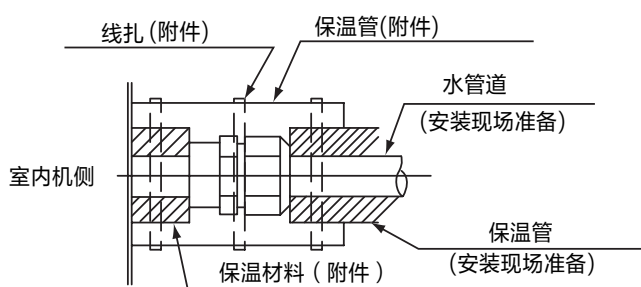

图5.4 管的保温
(3) 连接完水管后，用现场提供的保温管将管接头保温。见图5.4